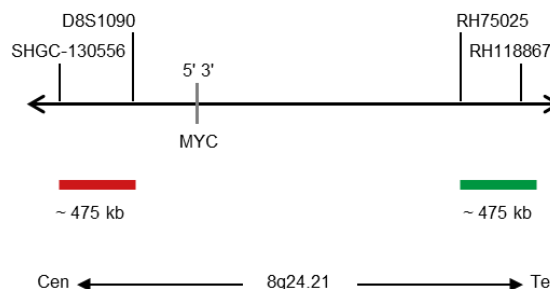

Fig. 1 : SPEC MYC Cartographie de la sonde (pas à l'échelle)
- Polynucléotides marqués à la digoxigénine (~0,50 ng/μl), qui visent la cartographie des séquences dans 8q24.21* (chr8:130,373,051-130,847,951) distale de la région des points de rupture de MYC (voir Fig. 1).
- Polynucléotides marqués aux dinitrophényles (~0,75 ng/μl), qui visent la cartographie des séquences dans 8q24.21* (chr8:127,888,765-128,363,281) proximale de la région des points de rupture de MYC (voir figure 1).